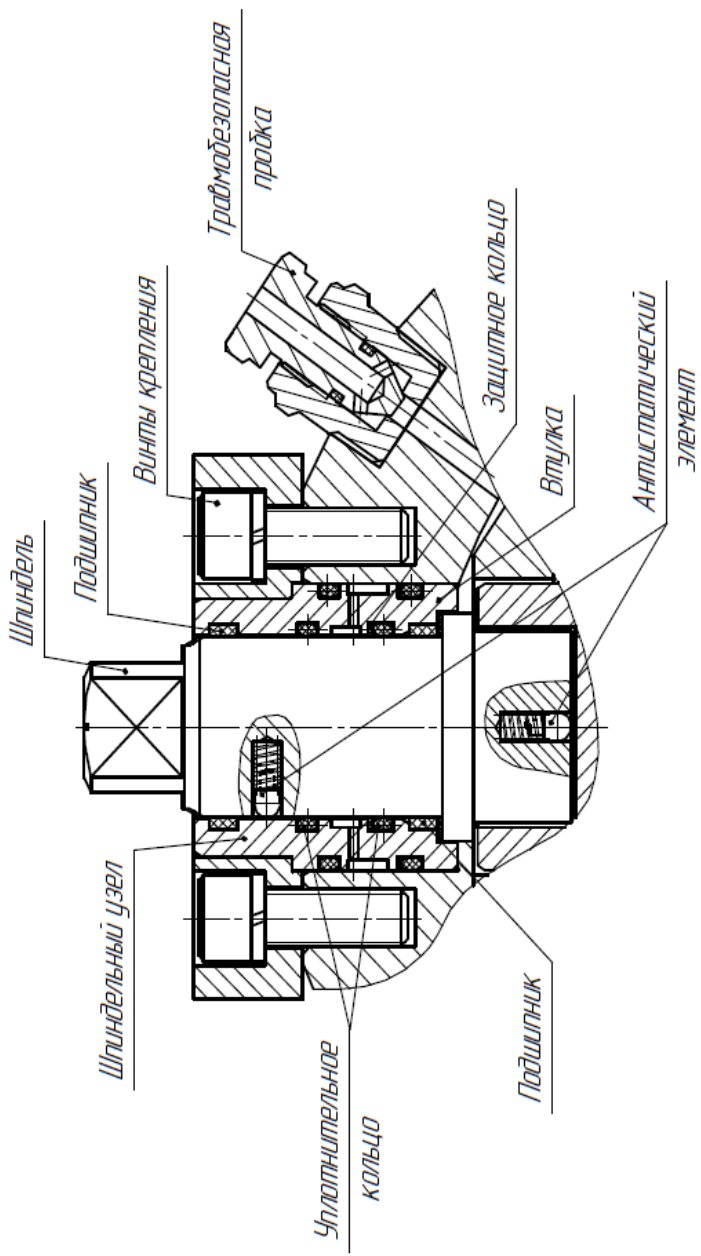

Рис. 7
- Открутить винты крепления (рис.7) шестигранным ключом. Вынуть шпindelный узел. Надавливая на шпindel со стороны квадрата вынуть шпindel из втулки. Заменить уплотнительные резиновые кольца и подшипники.